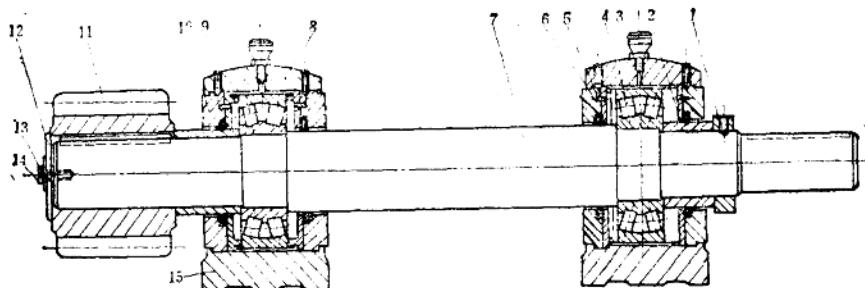
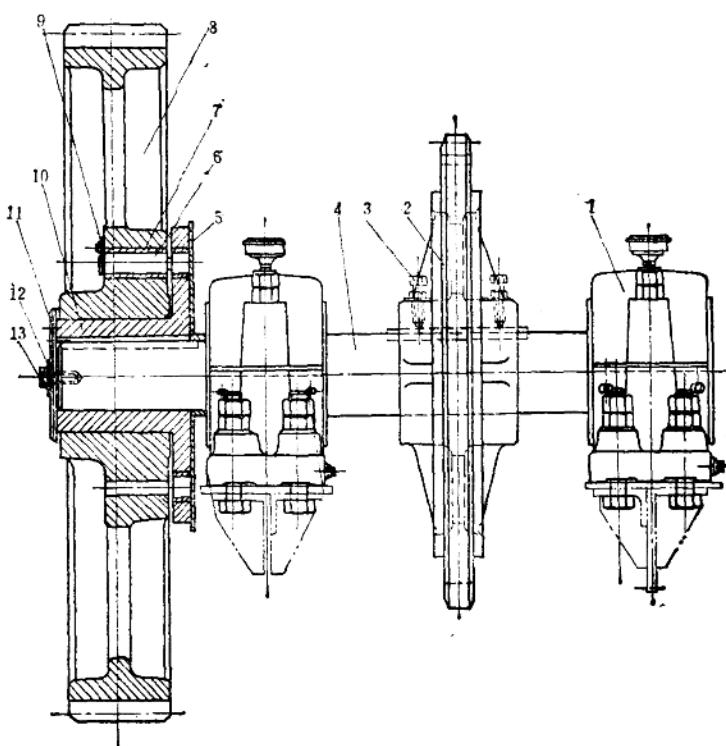

图8-1-12 驱动轴Ⅰ
图8-1-13 驱动轴Ⅱ
⑦ 分别拆下张紧螺杆与调节螺杆的滑块。
3) 驱动轴Ⅰ(图8-1-12)的拆法
① 先拆下两个轴承座上盖，将轴及轴承整套拿下。
② 拆齿轮。先将轴端防松垫片的弯边敲平，拆下紧固螺栓，拿下防松垫片及挡盖，然后用拉具拉下齿轮，拿下轴承座外端盖及隔套，再用拉具拉下轴承，取出轴承座内端盖。
③ 拆下轴另一端的挡圈，先退出挡圈上的顶丝，然后拿出挡圈、轴承座外端盖及隔套，再用拉具拉下轴承，取出轴承座内端盖(此盖亦可先在轴的另一端取出)。
4) 驱动轴Ⅱ(图8-1-13)的拆法
① 首先松开保险销卡板螺栓，然后拨转卡板，拔出保险销子。
② 拆大齿轮。先把轴端防松垫片靠螺栓的弯边敲平，卸下紧固螺栓取下防松垫片及挡盖。
③ 先用手动葫芦将大齿轮吊牢、吊稳，从轮